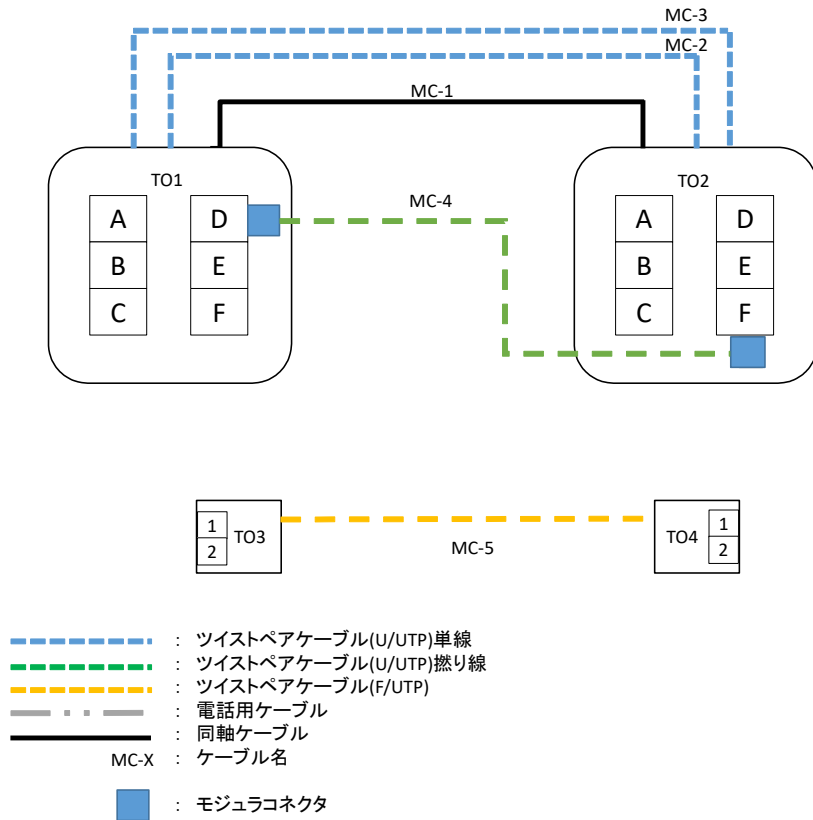

図 3 配置図
- ・ 各ケーブルの両端及び TO に識別ラベルを取り付ける。ラベルは、図 3 に記載のケーブル名及び TO 名とする。